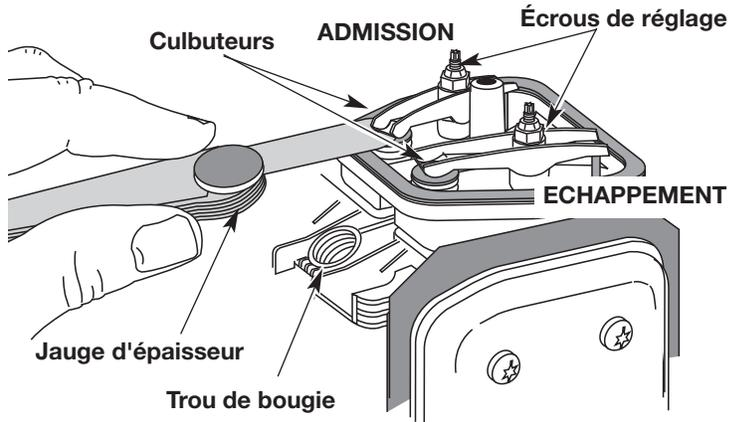

Fig. 29
- Le piston est au sommet de sa course lorsqu'on regarde par le trou de la bougie (Fig. 29).
7. Glissez la jauge d'épaisseur entre le culbuteur et le ressort de rappel de la soupape. Mesurez le jeu entre la tige de soupape et le culbuteur (Fig. 29). Faites-le pour les soupapes d'admission et d'échappement.
L'écart de jeu recommandé pour l'admission et l'échappement est de 0,076 – 0,152 mm (0,003 – 0,006 po). Servez-vous d'une jauge d'épaisseur d'automobile standard de 0,127 et 0,381mm (0,005 et 0,015 po). La jauge d'épaisseur devrait pouvoir glisser entre le culbuteur et la tige de soupape en rencontrant une faible résistance mais sans coller (Fig. 29 & 30).